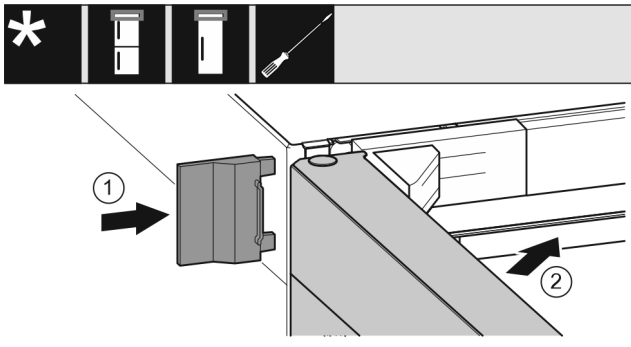

Fig. 24
- ▶ 插入外盖 Fig. 24 (1)。
- ▶ 关闭冰箱上方门 Fig. 24 (2)。